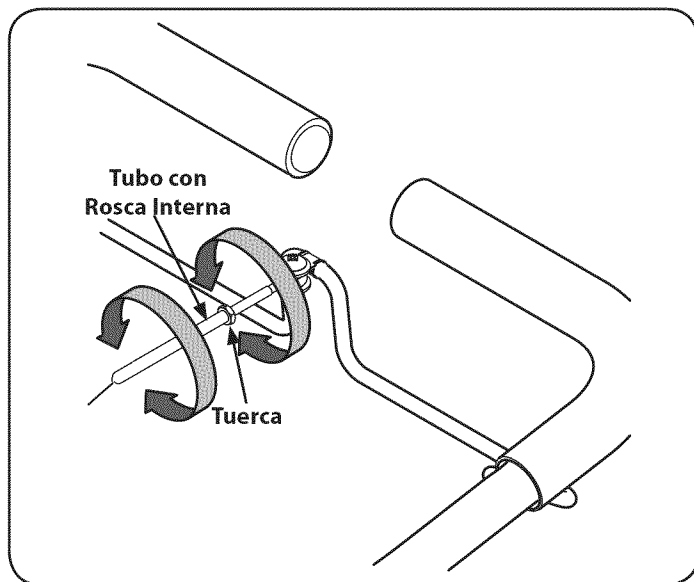

Figura 9
4. Si la correa gira sin fianza comprometida, se debe ajustar por desenroscar el tubo con rosca interna en el extremo del cable de un par de vueltas hacia la derecha - al estar de pie en la posición del operador - y luego volver a apretar la tuerca contra el tubo. Véase la Figura 9.